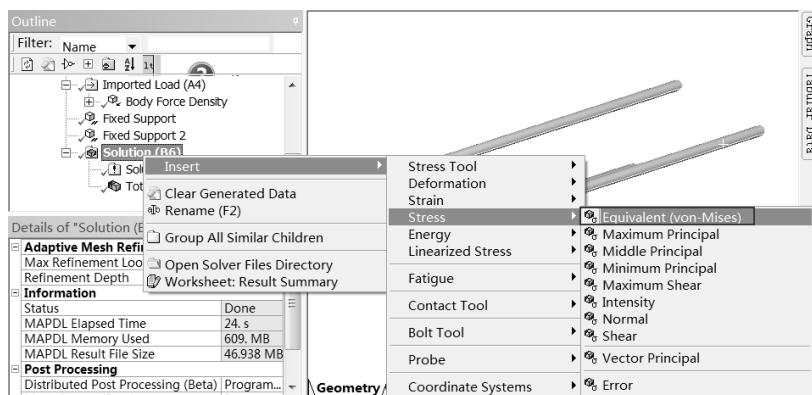
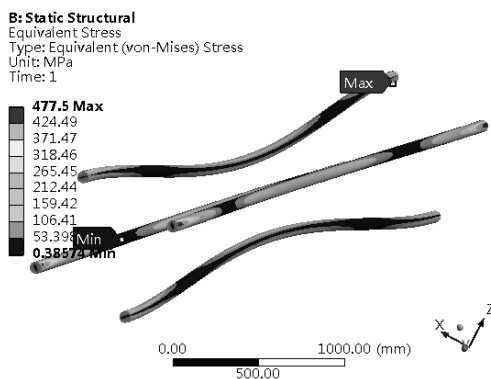

图 19-56 应力云图设置
图 19-57 应力云图
Step2：应力云图。右击 Solution 选项，在弹出的如图 19-56 所示的快捷菜单中选择 Insert Stress Equivalent (von-Mises) 命令，添加应力云图。右击 Equivalent Stress 选项，在弹出的快捷菜单中选择 Evaluate All Results 显示应力分布云图，将工具栏 Result 1.0 (True Scale) 中的数值设置为 1.0。应力云图如图 19-57 所示。